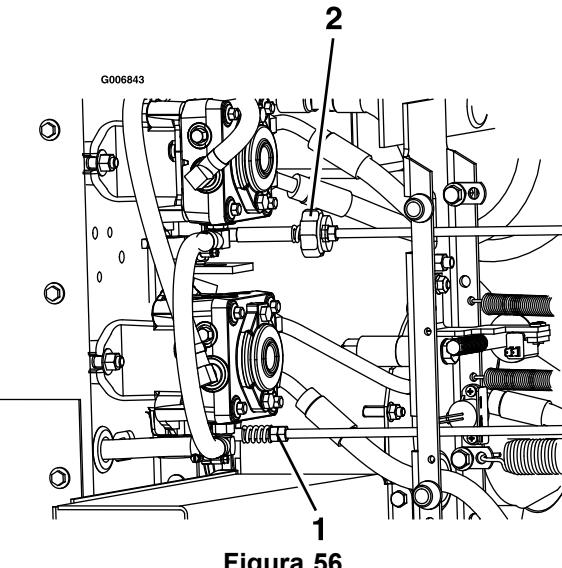

Figura 56
que las ruedas se detengan o se muevan ligeramente hacia atrás (Figura 56).
11. Ajuste el acoplamiento de la bomba derecha usando una llave para girar las tuercas dobles del conjunto (Figura 56)